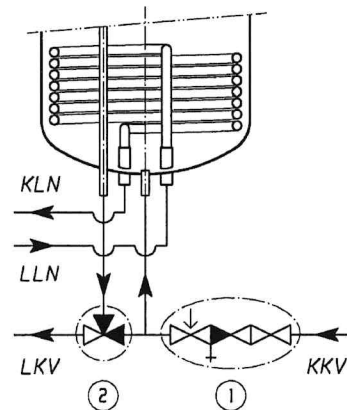
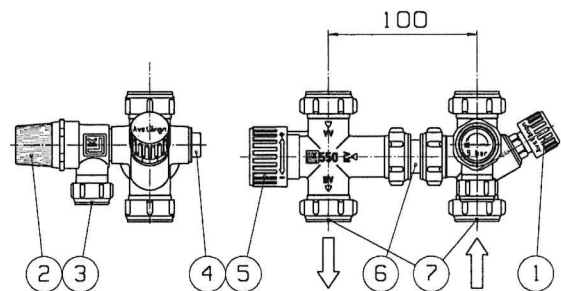

Bild 2.
Bild 3.
För röranslutningarna finns monteringsutrymme i beredarens nedre del. Beredaren är utrustad med löstagbara sidoplåtar som gör det möjligt att föra anslutningsrören åt vänster, höger eller bakåt. FOCUS-SOLAR-300(500) leveras med ventilgruppen färdigt monterad, och klar för anslutning. Till ventilgruppen (bild 3), hör en grupp (säkerhets/tömningsventil och stängnings/bakslagsventil) och en blandningsventil med termostat. Koppling av beredarens rör visas på bild 2. Behållarens drifttryck är 1 MPa (=10 bar). Till säkerhetsventilen ska det kopplas ett spillrör som ska ledas ner till en lämplig plats, t.ex. en golvbrunn. Se till att beredaren kan tömmas via ventilgruppen (se Tömning). Beredaren har som standardutrustning en blandningsventil inom reglerområdet 38-65 °C, som blandar vattnet från varmvattenberedaren med kallvatten till lämplig temperatur (se instruktioner sida 3).
Beredaren kan tömmas helt via säkerhetsventilen. Ett snabbare tömningssätt är att ta bort proppen nr 4 (se bild 3) och montera avtappningsventil i stället för den (obs detta kan bara göras vid tom behållare).